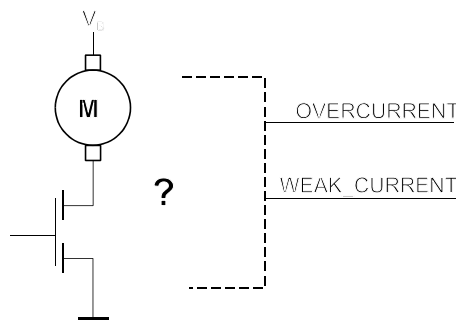

Abb. 3
8. Abb. 3 veranschaulicht eine Leistungsstufe. Der Laststrom ist zu überwachen. Es sind zwei Fehlersignale abzugeben: 1. OVERCURRENT, wenn ein bestimmter Maximalstrom überschritten wird, 2. WEAK_CURRENT, wenn der Strom einen bestimmten Mindestwert unterschreitet (Hilfestellung: Sie müssen den Stromfluß irgendwie messen und mit Sollwerten vergleichen...)